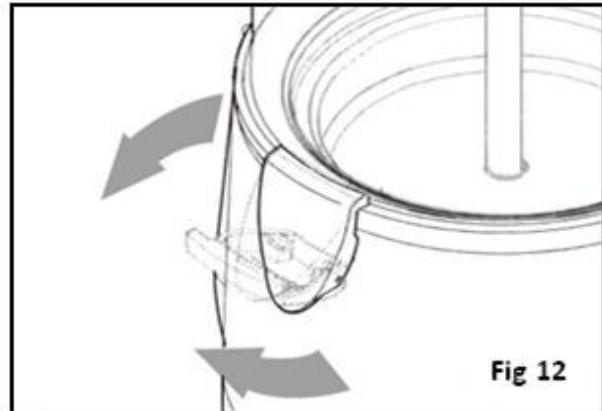

Fig 12
- Om het dispenserreservoir uit de machine te halen, ontgrendelt u de reservoirclips zoals afgebeeld in fig. 12.